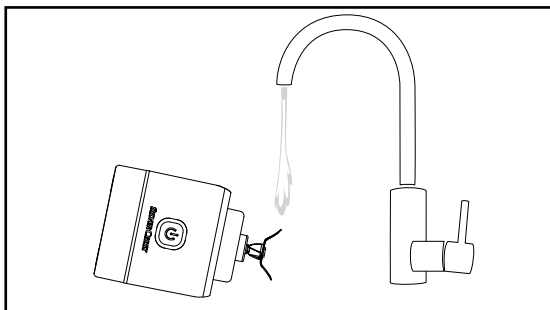

Abb. 2
- ⚠ **VORSICHT!** Das Kreuzmesser ❸ ist sehr scharf! Gehen Sie daher vorsichtig bei der Reinigung vor.
- Wischen Sie die den Motorblock ❶ mit einem feuchten Tuch ab.
- Um leichte Verschmutzungen zu beseitigen, füllen Sie den Mixbecher ❹ bis zur MAX-Markierung mit lauwarmem Wasser und einem Tropfen Spülmittel. Lassen Sie das Gerät wie im Kapitel **Bedienen** beschrieben für ca. 30 Sekunden laufen. Schrauben Sie dann den Motorblock ❶ ab und kippen das Spülwasser aus dem Mixbecher ❹.
- Spülen Sie nur das Kreuzmesser ⑤ vorsichtig, ggf. mit einer Spülbürste, unter fließendem Wasser. Achten Sie dabei darauf, dass kein Wasser auf den Motorblock ⑨ fließt und tauchen das Gerät nicht in Wasser! Kippen Sie das Gerät so, dass nur das Kreuzmesser ⑤ in den Wasserstrahl hineinragt (siehe Abb. 2). Wenn Sie die Reinigung direkt nach der Verwendung durchführen, dann lassen sich Verschmutzungen leichter lösen.